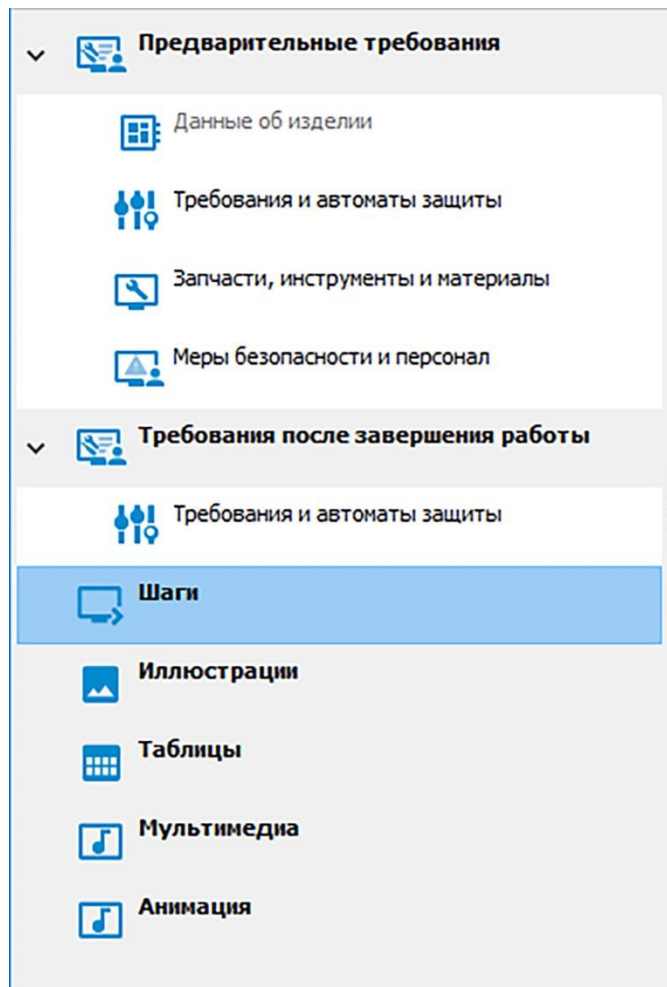

Рисунок 382
- 1) В дереве разделов выберите раздел **Шаги** (рисунок 382).